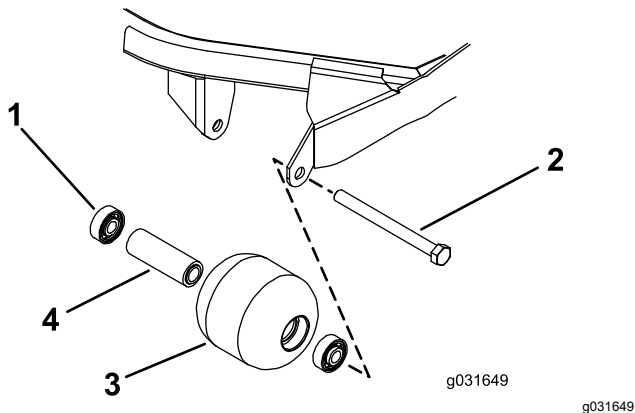

Bild 73
1. Entfernen Sie die Rollenbefestigungsschraube (Bild 73).
4. Prüfen Sie das Rollengehäuse, die Lager und das Distanzstück auf Beschädigungen (Bild 73).
Käfig oder gleichmäßig auf den inneren und äußeren Käfig drücken (Bild 73).
2. Setzen Sie ein Distanzstück ein (Bild 73).
3. Drücken Sie das zweite Lager in das Rollengehäuse, indem Sie nur auf den äußeren Käfig oder gleichmäßig auf den inneren und äußeren Käfig drücken, bis es auf dem Distanzstück aufliegt (Bild 73).